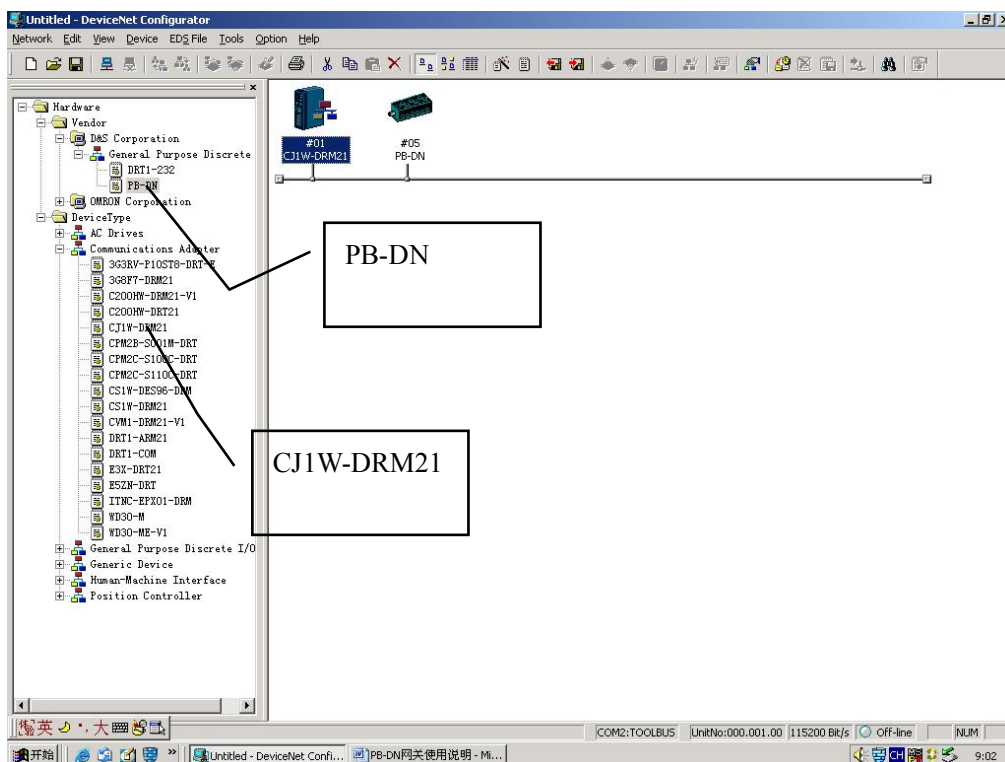

图 3-5 DeviceNet Configurator 界面图
① 保持 CX-Programmer PLC 编程软件状态不变，打开 OMRON 的 DeviceNet 配置软件 DeviceNet Configurator。
② 安装 EDS 文件。点击工具栏 EDS File>install EDS，然后选中 PB-DN.eds 文件。如图 3-5 所示。
③ 拉出 OMRON 的主站图标 CJ1W-DRM21 和鼎实科技公司的 D&S 的 PB-DN-，具体显示如图 3-5。并配置主从站的 MAC 地址。修改相应的 DeviceNet 主从站硬件已经配置好的拨码开关在软件中设置相应的 MAC 地址。如图 3-5，鉴于 CJ1W-DRM21（DeviceNet 主站）和 PB-DN（DeviceNet 从站）的硬件拨码开关分别为 01 和 05，所以选中相应的主站或从站，右键选择“change node address”将组态软件中的主站和从站的 MAC 地址也分别为 01 和 05。